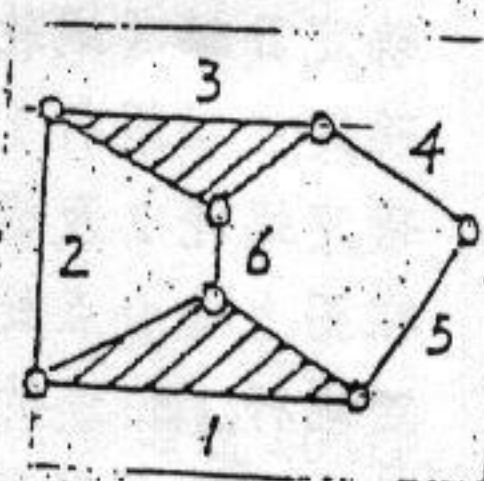
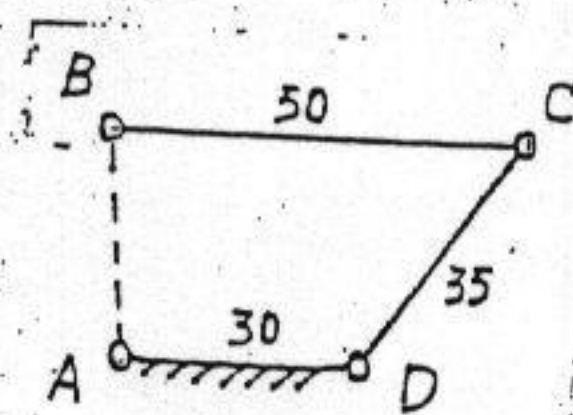
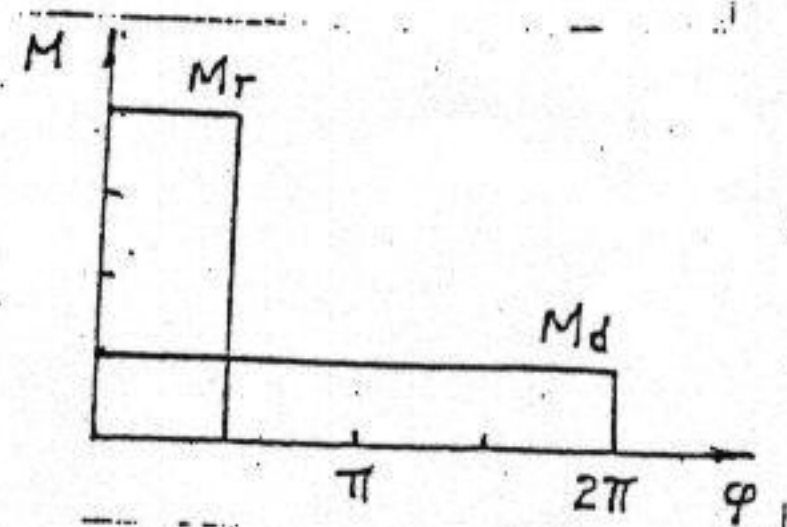

图 1
图 2
图 3
(1) 机构具有确定运动的条件是\_\_\_\_\_; 根据机构的组成原理, 任何机构都可以看成是由\_\_\_\_\_和\_\_\_\_\_组成。
(2) 图 1 所示平面运动链中, 若以构件 1 为机架, 构件 5 为原动件, 则成为\_\_\_\_\_级机构; 若以构件 2 为机架, 构件 3 为原动件, 则成为\_\_\_\_\_级机构。
(3) 平面四杆机构有无急回特性取决于\_\_\_\_\_的大小。
(4) 机构处于死点位置时, 其压力角为\_\_\_\_\_, 传动角为\_\_\_\_\_。
(5) 图 2 所示铰链四杆机构为曲柄摇杆机构时, 构件 AB 的尺寸  $l_{AB}$  的取值范围为\_\_\_\_\_; 为双曲柄机构时,  $l_{AB}$  的取值范围为\_\_\_\_\_。
(6) 在设计滚子从动件盘形凸轮机构的凸轮轮廓曲线时, 若发现凸轮轮廓曲线有变尖的现象, 则在尺寸参数的改变上应该采取的措施是\_\_\_\_\_或\_\_\_\_\_。
(7) 移动从动件盘形凸轮机构, 当从动件运动规律一定时, 若要同时降低推程压力角和回程压力角, 可采取的措施是\_\_\_\_\_; 若只考虑减小推程的压力角, 可以采用\_\_\_\_\_方法。
(8) 机器产生速度波动的主要原因是\_\_\_\_\_, 速度波动的类型有\_\_\_\_\_和\_\_\_\_\_两种。前者采用的调节方法一般是\_\_\_\_\_, 后者采用的调节方法一般是\_\_\_\_\_。
(9) 图 3 所示为某机器的等效驱动力矩  $M_d(\varphi)$  和等效阻力矩  $M_r(\varphi)$  的线图, 机器的等效转动惯量为常量。当机器在主轴位置角  $\varphi$  等于\_\_\_\_\_时, 主轴角速度达到  $\omega_{\max}$ ; 在主轴位置角  $\varphi$  等于\_\_\_\_\_时, 主轴角速度达到  $\omega_{\min}$ 。
(10) 刚性转子的静平衡就是要使\_\_\_\_\_之和为零, 而刚性转子的动平衡则是要使\_\_\_\_\_之和以及\_\_\_\_\_之和均为零。